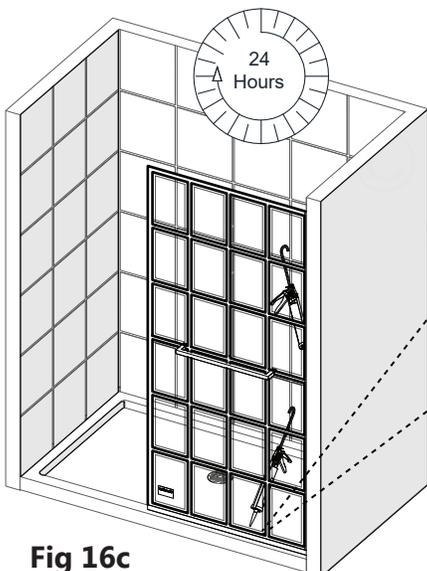

Fig 16c
- Après l'installation du porte-serviettes, appliquez un silicone 100 % résistant à la moisissure le long des profilés en **U verticaux et inférieurs (#09/29)** là où il rencontre le mur et le seuil depuis l'intérieur de la douche, comme illustré à la Fig. 16c. Appliquez du silicone le long du périmètre extérieur, si désiré.